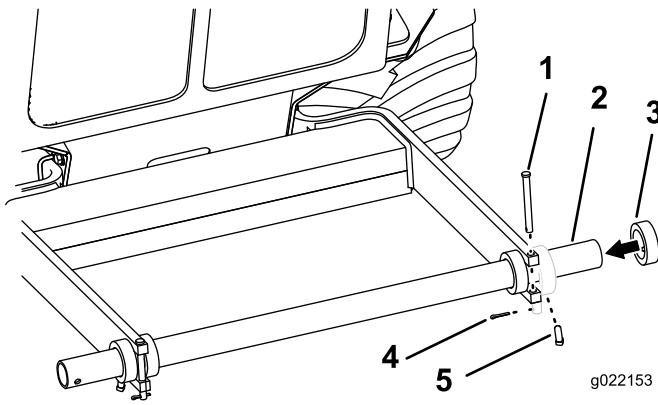

Figura 2
- Coloque 2 collarines de tope en el tubo del portabobinas, y coloque el tubo en el soporte del portabobinas con los collarines de tope en el interior del soporte (Figura 2).
3. Coloque 2 collarines de tope en el tubo del portabobinas, y sujetelos con 4 pernos (3/8 pulgada) según se muestra en Figura 2.
4. Instale los 2 pasadores para fijar el tubo del portabobinas, y sujételos con las 2 chavetas (Figura 2).